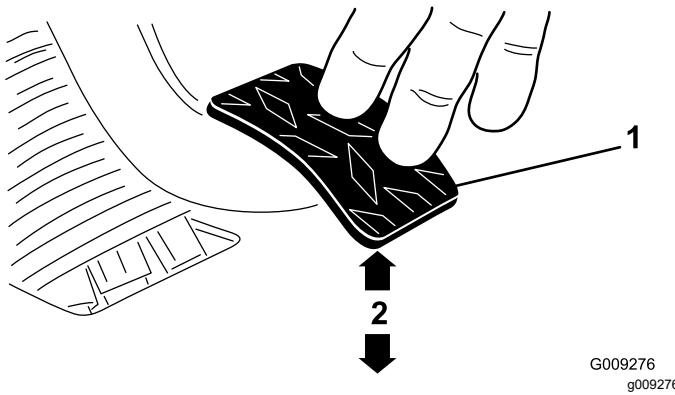

Figure 62
3. Ajustez les écrous de blocage ou la rotule jusqu'à ce que le bord arrière de la pédale d'embrayage soit de 9,2 à 9,8 cm (3 5/8 à 3 7/8 po) du haut du plancher quadrillé quand vous appliquez une force de 1,8 kg (4 lb) sur la pédale (Figure 62).